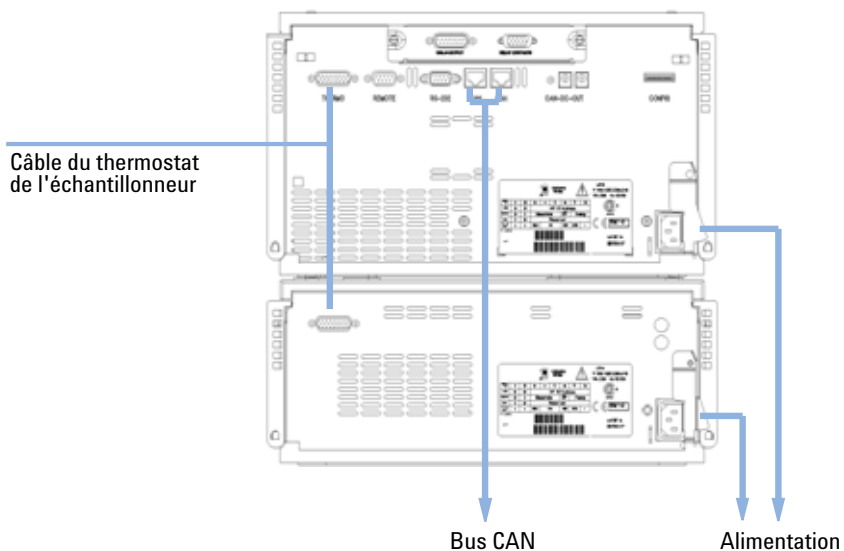

Figure 15 Connexions à l'arrière de l'échantillonneur thermostaté
- 13** Branchez le câble reliant l'échantillonneur au thermostat, cf. Figure 15, page 50.